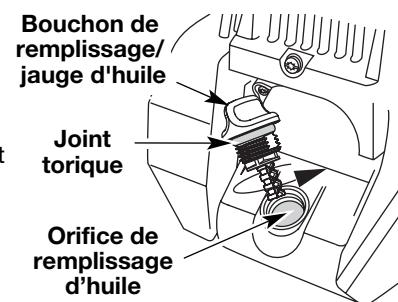

Fig. 29
- Si el nivel es demasiado bajo, añada un poco de aceite por el orificio y revérifíquelo (Fig. 29).
REMARQUE : Assurez-vous que le joint torique est mis sur le bouchon de remplissage / jauge d'huile au moment de la vérification et du changement d'huile (Fig. 29).